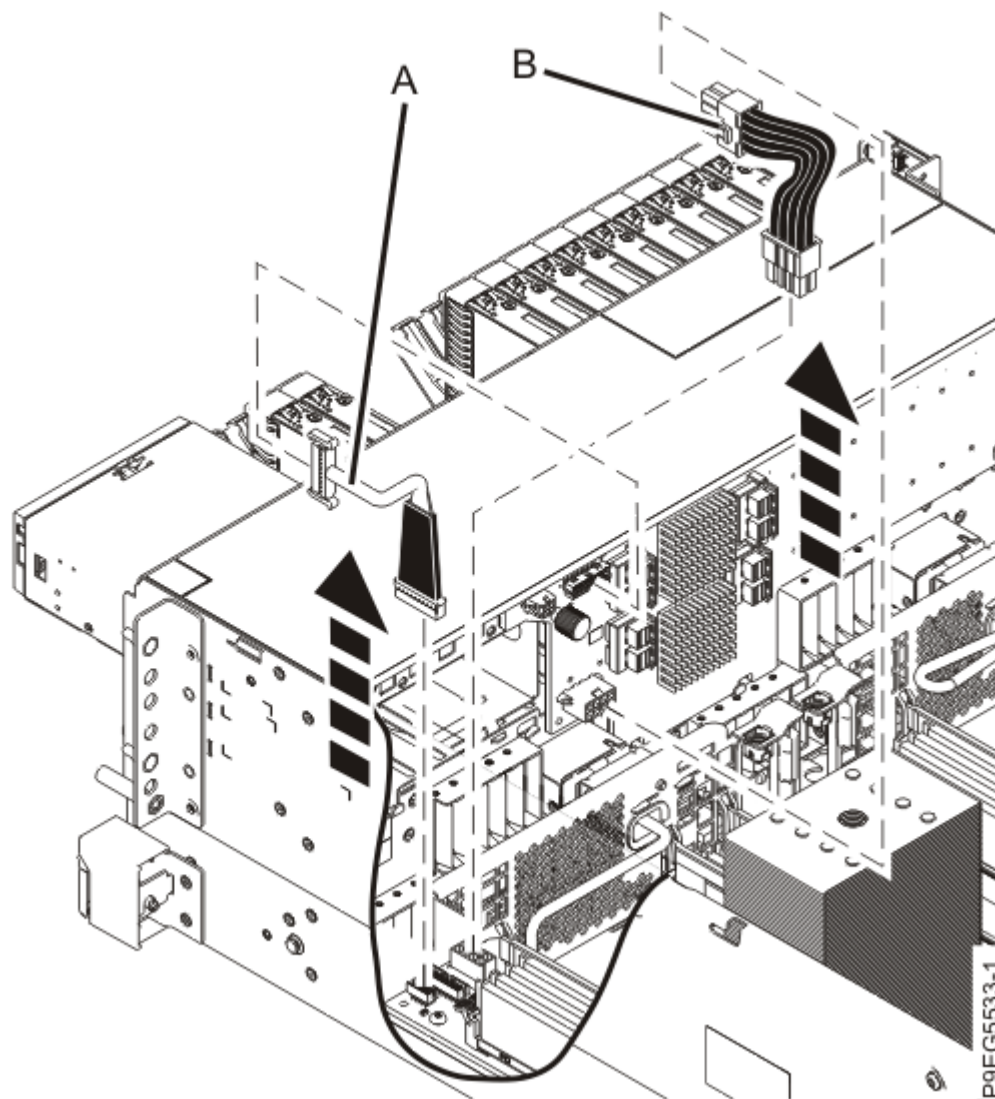

Abbildung 111. Signalkabel und Netzkabel abziehen
3. Beschriften Sie das Signalkabel (**A**) und ziehen Sie es von der Plattenlaufwerksrückwandplatine ab (siehe Abbildung 111 auf Seite 128).